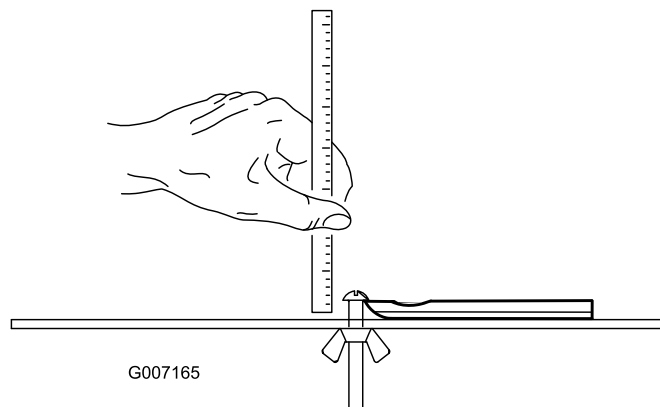

Figura 29
**Nota:** Todas as medidas dos limites de assistência da lâmina se referem à parte inferior da lâmina (Figura 29)